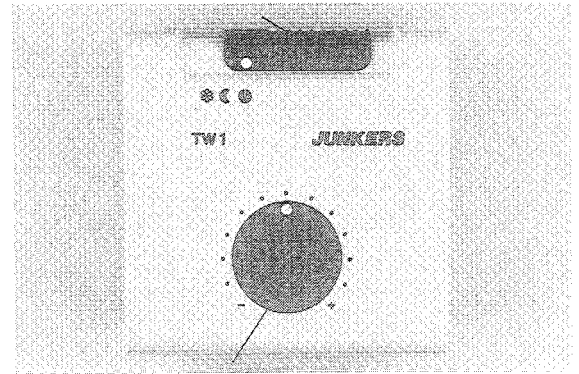

Bild 6
4.1 Betriebsartenschalter (Bild 6)